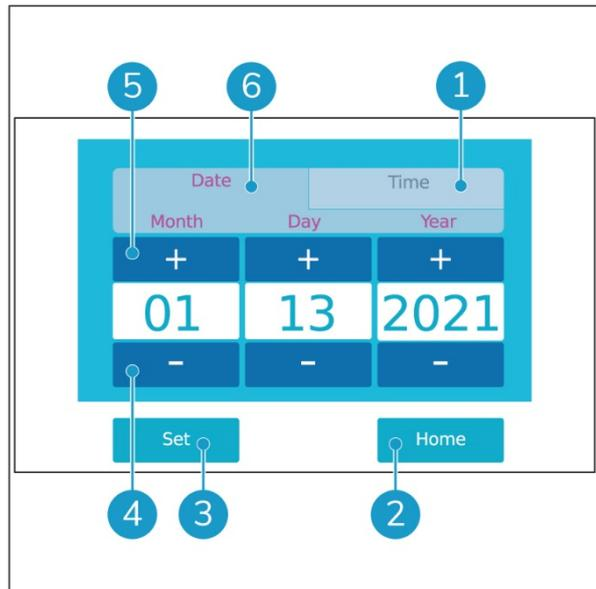

Abbildung 21
2. Die Übersicht mit Datum und Zeit wird angezeigt (Abbildung 21).
Zeit anzeigen: Tippen Sie auf die Registerkarte „Time“ (Abbildung 21, Pos. 1).
Datum anzeigen: Tippen Sie auf die Registerkarte „Date“ (Abbildung 21, Pos. 6).
4. Verwenden Sie die Plus- (Abbildung 21, Pos. 5) und die Minus-Schaltflächen (Abbildung 21, Pos. 4), um Datum und Uhrzeit einzustellen.
5. Tippen Sie auf die Schaltfläche „Set“ (Abbildung 21, Pos. 3), um das neue Datum oder die neue Uhrzeit zu bestätigen.
6. Tippen Sie auf die Schaltfläche „Home“ (Abbildung 21, Pos. 2), um zum Hauptbildschirm zurückzukehren.